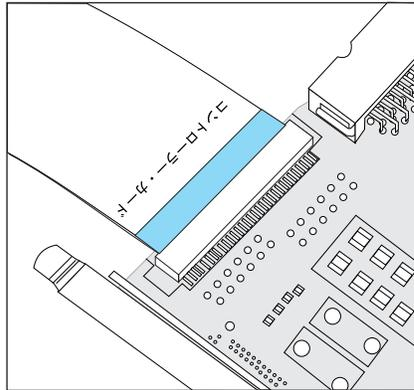
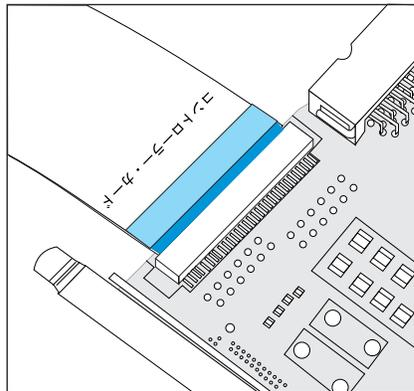
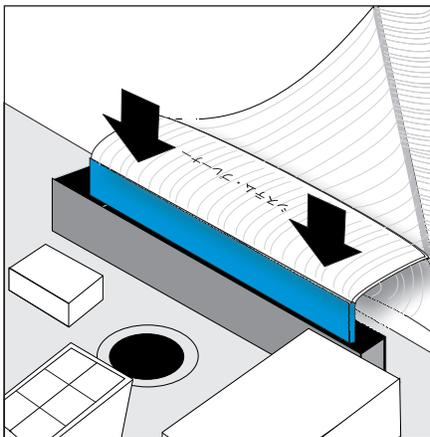

図 90. 正しく取り付けられたサービス・コントローラー・カード・ケーブル
図 91. 正しく取り付けられていないサービス・コントローラー・カード・ケーブル
図 93. システム・ボードへのサービス・コントローラー・カード・ケーブルの取り付け
なくなるまで挿入します。これで、ケーブルが完全に装着されます。図 90 および 図 91 を参照してください。
- c. ケーブルを再び取り付けるには、ケーブルがまっすぐに装着されるように注意して、システム・ボードにリボン・ケーブルの一端（「システム・プレーナー」のマークが付いている端）を慎重に取り付けます。図 93 を参照してください。ここで、フラット・ケーブルの経路を決めて、サービス・コントローラーを取り付ける開口部にフラット・ケーブルを差し込み、ケーブルの他の端（「コントローラー・カード」のマークが付いている端）を SAN ボリューム・コントローラーのシャーシのフロントエンドから引き出します。次に、ケーブルのこの端を、揺れ動きやねじれがなくまっすぐに装着できるよう注意しながら、サービス・コントローラーの背面に取り付けます。ATA ケーブルをサービス・コントローラーの背面に取り付けます。シャーシの中にスライドさせるときにケーブルを傷つけないように注意しながら、サービス・コントローラーを慎重に取り付けます。ケーブル・コネクターの端の青い線が見えないことを確認してください。青い線が見えなければ、サービス・コントローラーは完全に装着されています。196 ページの図 90 および 196 ページの図 91 を参照してください。